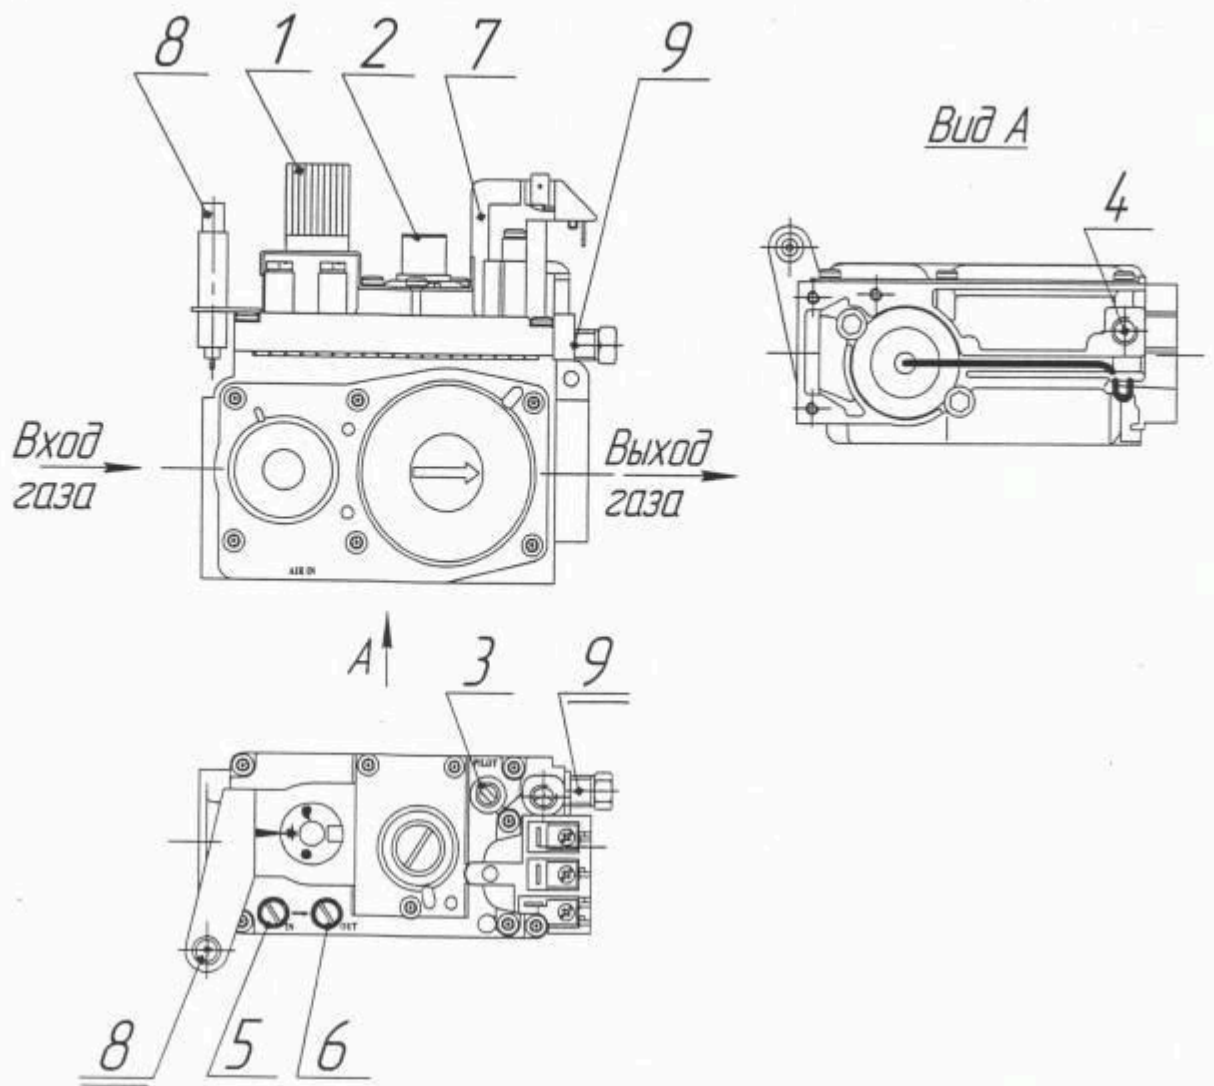

Рис. 4. Элементы управления газовым клапаном.
6.2.2 Проверьте состояние запорных устройств: кран на опуске газопровода к котлу должен быть закрыт, ручка 1 газового клапана должна быть в положении «●» (см. рис. 4).